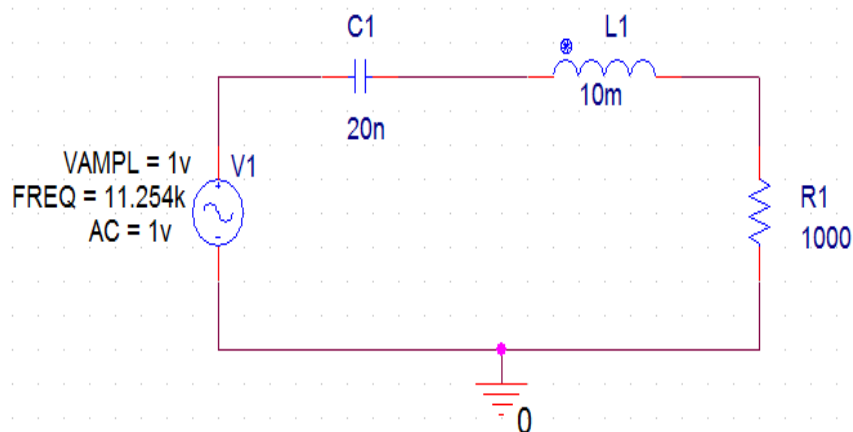

Рисунок 6.1 – Схема електричного кола, що складається з послідовного з'єднання резистора, котушки індуктивності і конденсатора
В цій роботі проведемо дослідження послідовного кола, що складається з резистора, котушки індуктивності і конденсатора (рис. 6.1).
1. Побудуйте зображену нижче схему електричного кола, що складається з послідовного з'єднання резистора, котушки індуктивності і конденсатора, та збережіть її під ім'ям *Prizvushche_RLC.sch* (рис. 6.1). При частоті $f = 11,254$ (кГц) ця схема знаходиться в резонансі.